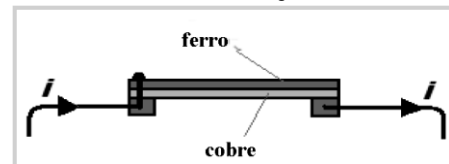
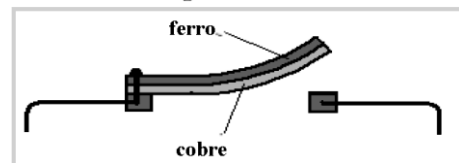

Figura 1
Figura 2
15. (UFRN/2010) A figura 1, abaixo, mostra o esquema de um termostato que utiliza uma lâmina bimetálica composta por dois metais diferentes – ferro e cobre – soldados um sobre o outro. Quando uma corrente elétrica aquece a lâmina acima de uma determinada temperatura, os metais sofrem deformações, que os encurvam, desfazendo o contato do termostato e interrompendo a corrente elétrica, conforme mostra a figura 2.